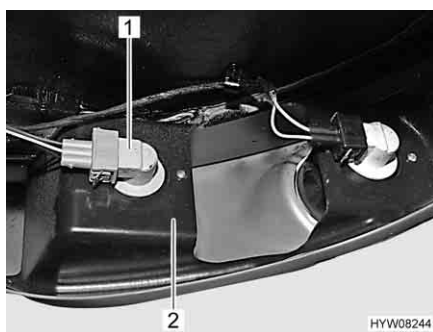

Fig. 113 Luce posteriore/luce freno
- Afferrare il portalampada (Fig. 113,2) da dietro.
- Ruotare di un quarto di giro il supporto lampada (Fig. 113,1) con lampada ad incandescenza e rimuoverlo.